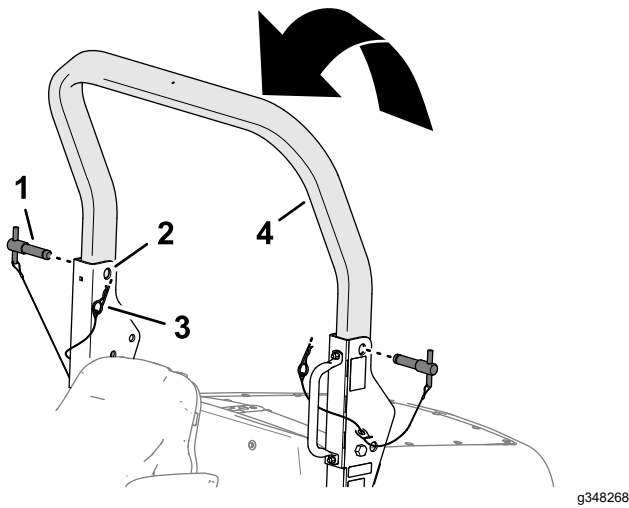

Figura 32
3. Eleve la barra antivuelco superior hasta que los taladros en la barra antivuelco se alineen con los soportes de giro (**Figura 32**).
4. Inserte los pasadores de la barra antivuelco a través de los taladros superiores de los soportes de giro y la barra antivuelco superior (Figura 32).
5. Fije los pasadores de la barra antivuelco a los soportes de giro con las clavetas (Figura 32).